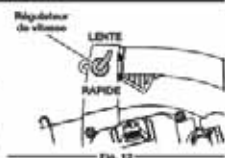

Fig. 12
- Poussez le régulateur de vitesse vers la position RAPIDE afin d'augmenter progressivement ou de maintenir la vitesse du moteur de l'appareil (Fig. 12). Lorsque vous appuyez sur le régulateur de vitesse, la gâchette s'enfoncé dans la poignée.
- Pour diminuer la vitesse du moteur, déplacez le régulateur de vitesse vers la position LENTE : la gâchette revient alors en position de ralenti (Fig. 12).